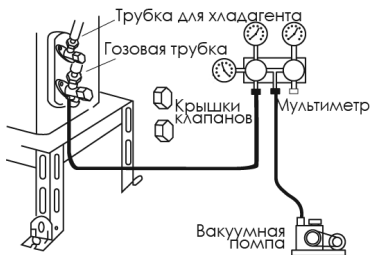

Рис. 5
8. Закрутите крышку клапана низкого давления (Рис. 5)